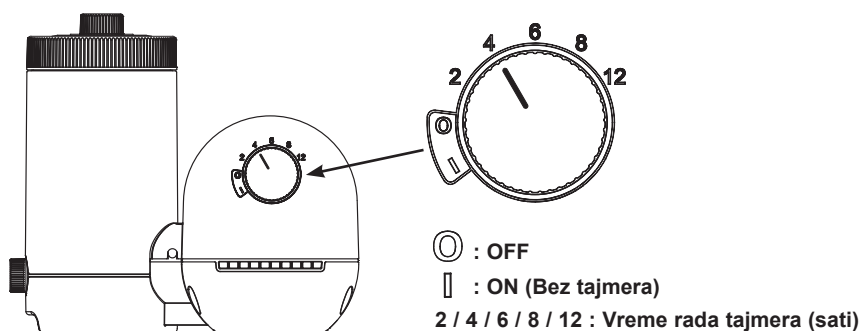

FIG 10
4. Kako voda puni filter pumpu, pritisak vode će omogućiti da preostali vazduh unutra izađe preko ventila za oslobađanje vazduha (2). Kada je sav vazduh izašao, voda će početi da izlazi kroz ventil (2). Kada se ovo desi, pažljivo rukom pritegnite ventil (2) u smeru kazaljke na satu.
- A. Priključite strujni kabl u strujnu utičnicu i podesite dugme tajmera na željene časove rada (**Pogledajte Fig. 10**). Za željeno vreme rada s obzirom na veličinu bazena pogledajte "Tabelu vremena rada".